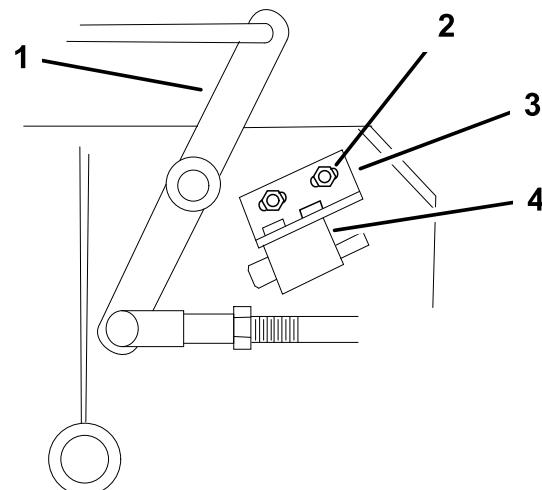

Figura 51
4. Si es necesario, ajuste el interruptor de seguridad de la cuchilla aflojando los pernos que sujetan el soporte del interruptor (Figura 51).
Nota: Asegúrese de que la palanca acodada **no** toca el cuerpo del interruptor, porque esto podría dañar el interruptor (Figura 51).